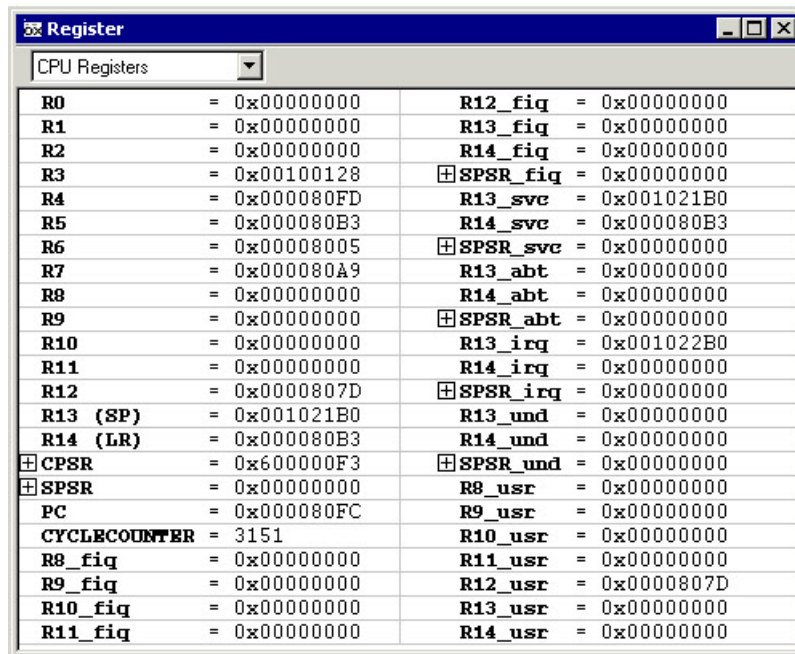

图 16. 寄存器窗口
- ① 选择主菜单 View > Register 打开寄存器窗口，见图 16。